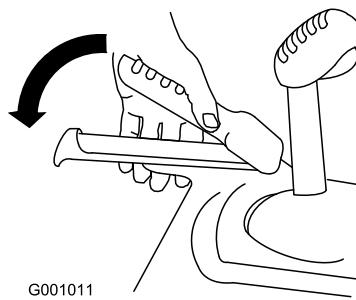

Figure 22
- Pour engager la transmission aux roues, serrez le levier gauche (déplacement) contre la poignée (Figure 22).